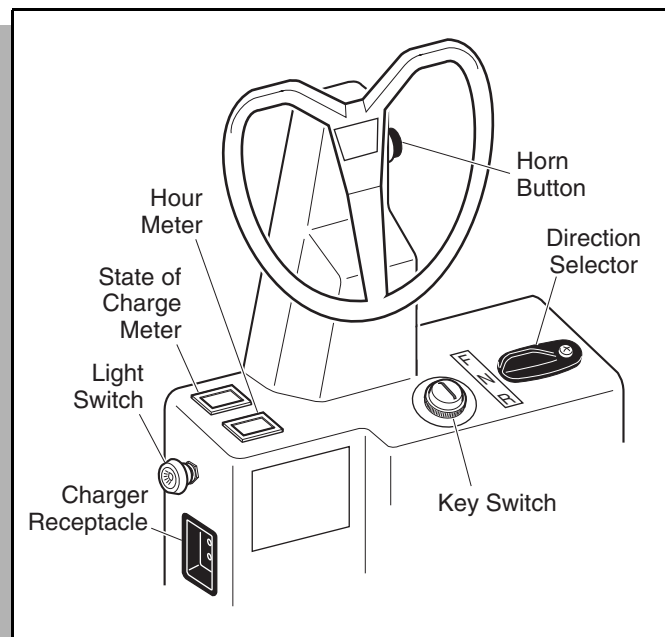

Fig. 5 Controlos e afins
apropriada do circuito. O carregador pode permanecer numa saída de AC. Para carregar a viatura, ver as ilustrações das etiquetas no carregador. Inserir o DC no receptor da viatura. O receptor está localizado ao lado do painel de instrumento, à esquerda do volante (Ref Fig. 5 on page 3). Depois de inserir a ficha DC polarizado, espere uns segundos e verificar que o carregador está de facto a carregar.
Localizado no painel de instrumento, o botão de chave permite que o sistema eléctrico da viatura se ligue e desligue ao virar a chave.(Ref Fig. 5 on page 3).
O seleccionador de direcção está localizado no painel de instrumento (Ref Fig. 5 on page 3). Este permite a selecção de Frente (F), Neutro (N) ou Atrás (R). Deve ser deixado em Neutro (N) quando não estiver a ser utilizado.
Localizado no painel de instrumento, o medidor de estado de carga indica a quantidade de bateria ainda disponível (Ref Fig. 5 on page 3).
Localizado no painel instrumental, o medidor de horas indica o número total de horas de utilização.(Ref Fig. 5 on page 3).
O botão de buzina está localizado por trás do volante do lado esquerdo no painel de instrumento (Ref Fig. 5 on page 3). Activar a buzina pressionando o botão.
ligação da chave.(Ref Fig. 5 on page 3). Puxe o botão e ligue as luzes.